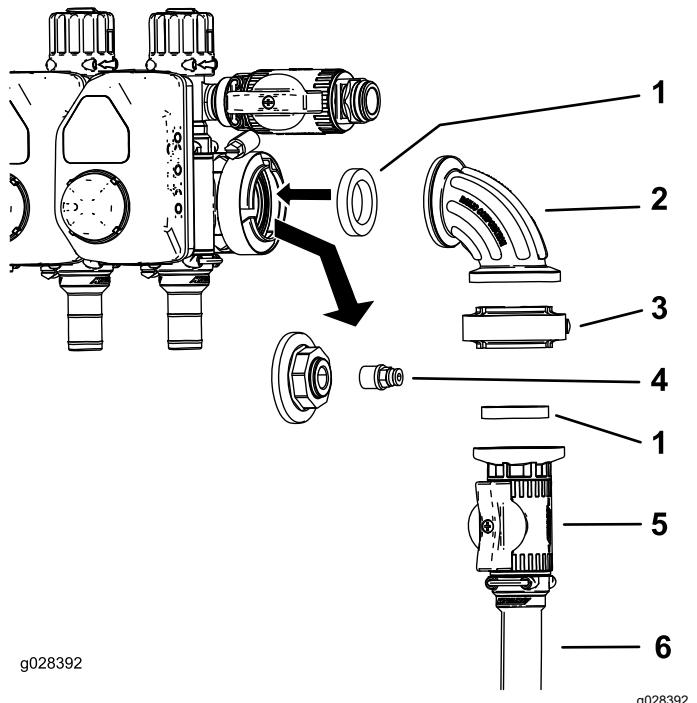
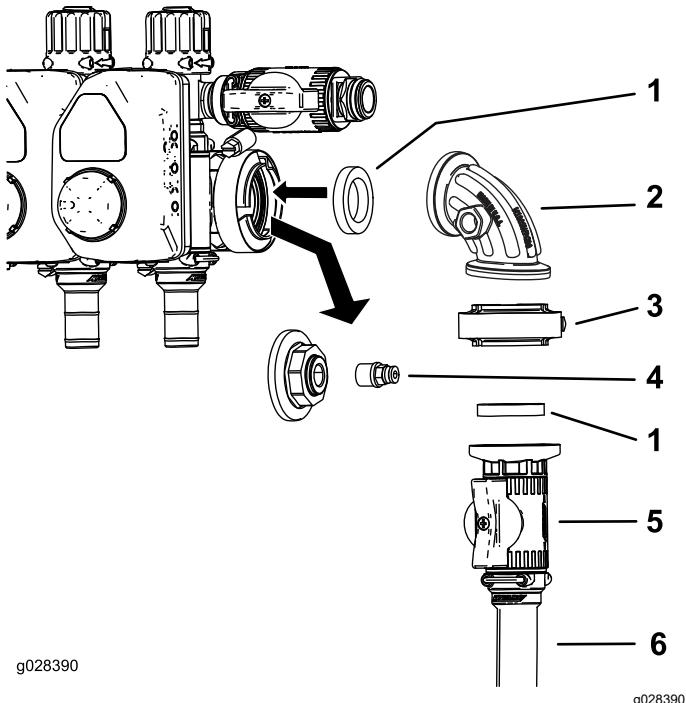

Figura 7
Figura 8
1. Retire la abrazadera para bridas que sujeta el conector de extremo y el racor al conector del manómetro (Figura 7 o Figura 8).
2. Retire el racor del conector de extremo (Figura 7 y Figura 8).
3. Instale el conjunto de la válvula de control según se muestra en Figura 7 o Figura 8.
4. Instale el racor en el orificio abierto del acoplamiento de 90 grados (Figura 7 o Figura 8).
- Nota:** En las Multi Pro 1750 y Multi Pro WM, el orificio en el lado del acoplamiento de 90 grados se encuentra en la parte delantera (no se muestra) del acoplamiento en Figura 7
5. Conecte la manguera de suministro del carrete de la manguera a la válvula de control con una abrazadera (Figura 7 o Figura 8).